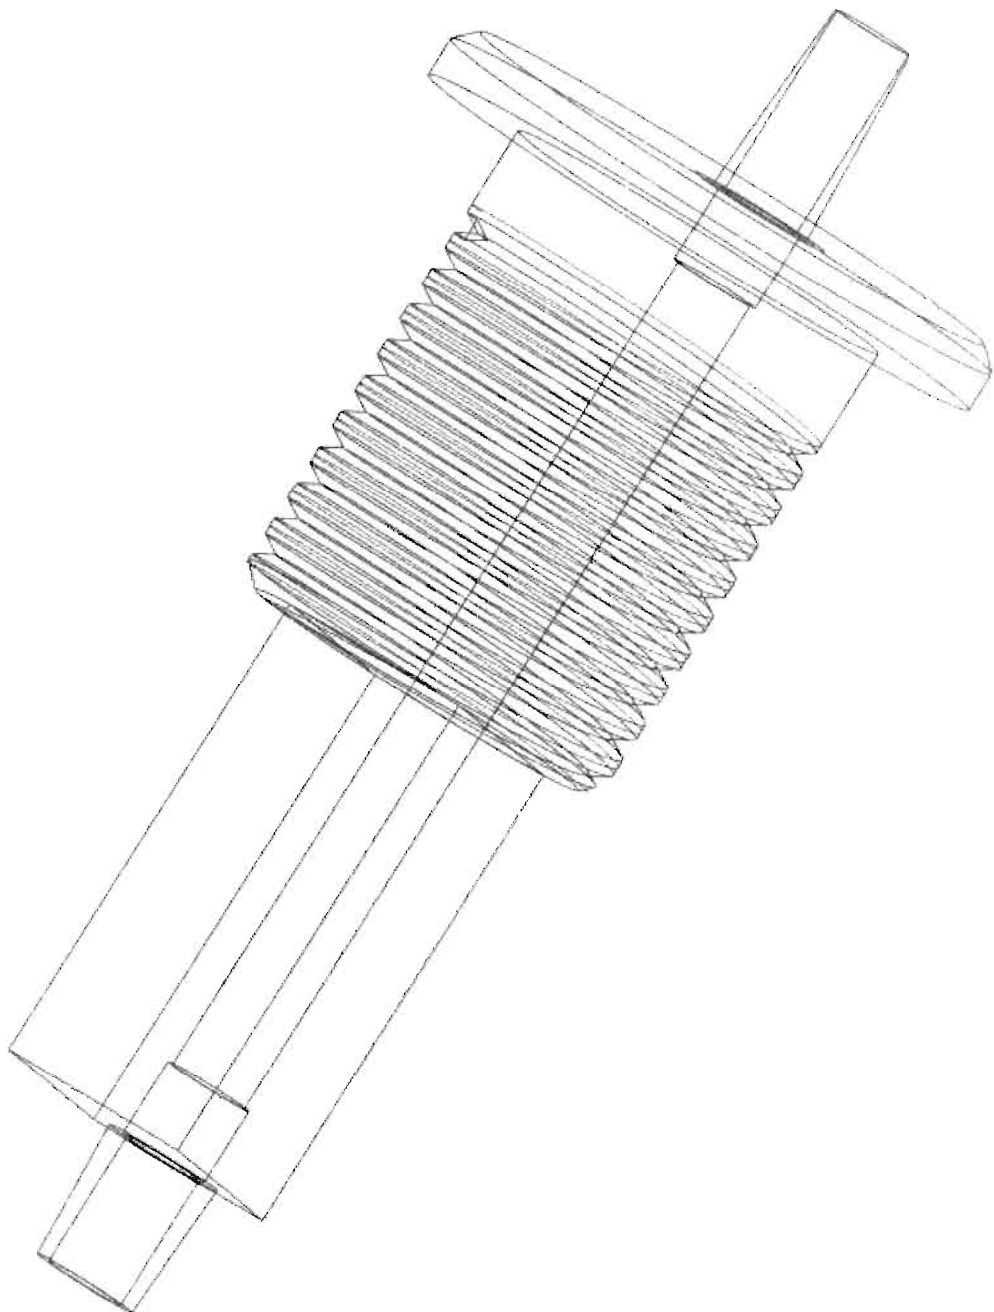

Fig 13
- fig 13 – surub-element de prindere gaurit la interior cu capete pentru furtunas (11) care se strange cu piulita (5)